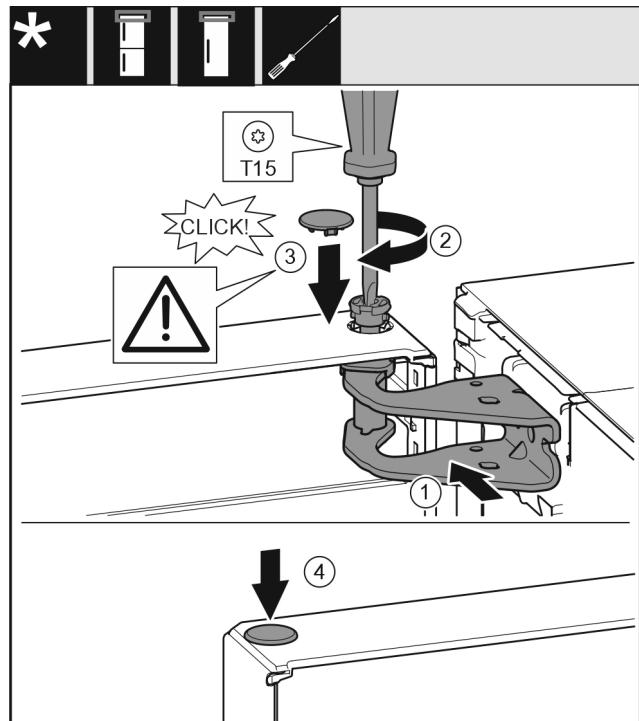

Fig. 19
- Aliniați ușa sus spre deschizătură în suportul de lagăr. Fig. 19 (1)
- Introduceți bolțul și înșurubați-l ferm cu șurubelnită T15. Fig. 19 (2)
- ▶ Montarea capacului de siguranță pentru siguranța ușii: Introduceți capacul de siguranță și controlați dacă este așezat pe ușă. În caz contrar, introduceți complet bolțul. *Fig. 19 (3)*
- ▶ Introduceți dopul. *Fig. 19 (4)*